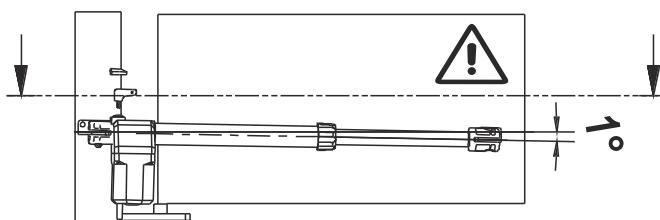

FIG. 3
- 3 - Posizionare il riduttore di modo da essere inclinato di 1° circa (Vedere FIG. 3).